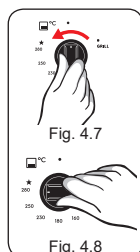

Fig. 4.7
1. Aperte e gire o botão para a esquerda (anti-horário) até a estrela (Fig. 4.7).